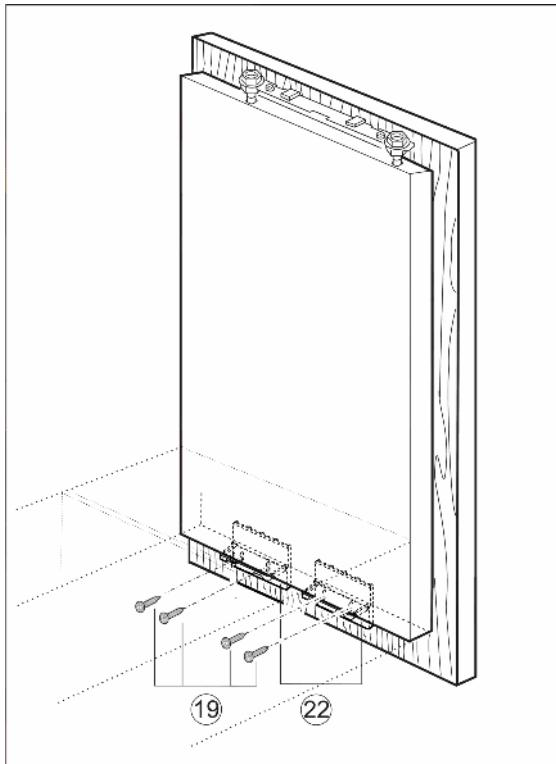

Fig. 16
- ▶ Скрепите вместе дверцу устройства и мебельную дверцу винтами Fig. 16 (19) при помощи крепежного уголка Fig. 16 (22).